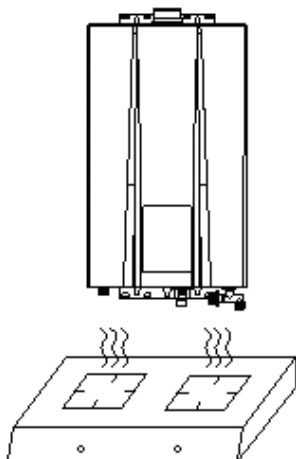

Figura 5.4
- Non installare lo scaldabagno sopra fornelli a gas o altre fonti di calore (Figura 5.4).